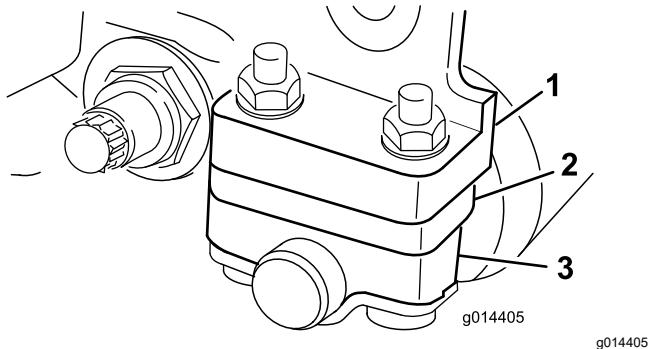

Figura 12
1. Regolate le staffe del rullo posteriore in base all'altezza di taglio desiderata posizionando il numero di distanziali necessari sotto la flangia di montaggio della piastra laterale (Figura 12) conformemente a Tabelle di selezione altezza di taglio e controlama \(pagina 16\).